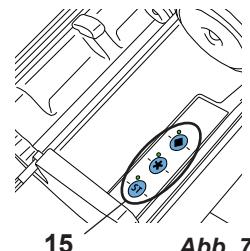

Abb. 7
- ⇒ Mischprogramm durch Drücken der entsprechenden Programmtaste (15, Abb. 7) aktivieren.